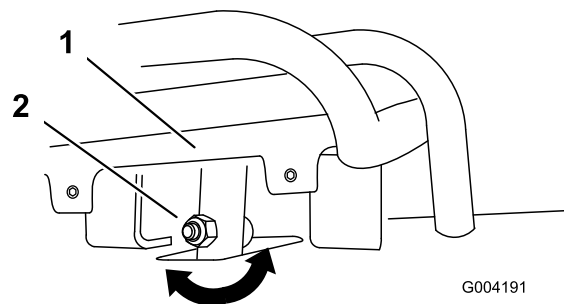
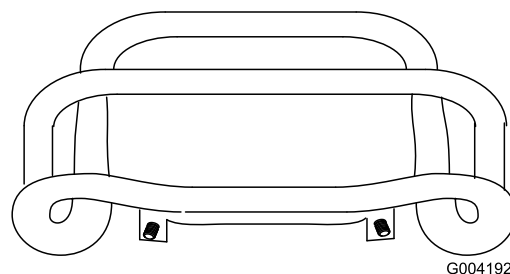

Figura 52
Figura 53
4. Se a parte frontal do controle de tração não ficar rente e alinhada com a barra de referência, solte a porca e o parafuso na haste do controle de tração (Figura 52).
5. Ajuste o controle de tração para que fique rente à barra de referência ao ser puxada em linha reta para trás (Figura 52 e Figura 53).
- C. Solte a porca flangeada e o parafuso na haste do controle de tração (Figura 52).
- I. Ajuste o controle de tração para que fique rente à barra de referência ao ser puxada em linha reta para trás (Figura 52 e Figura 53).